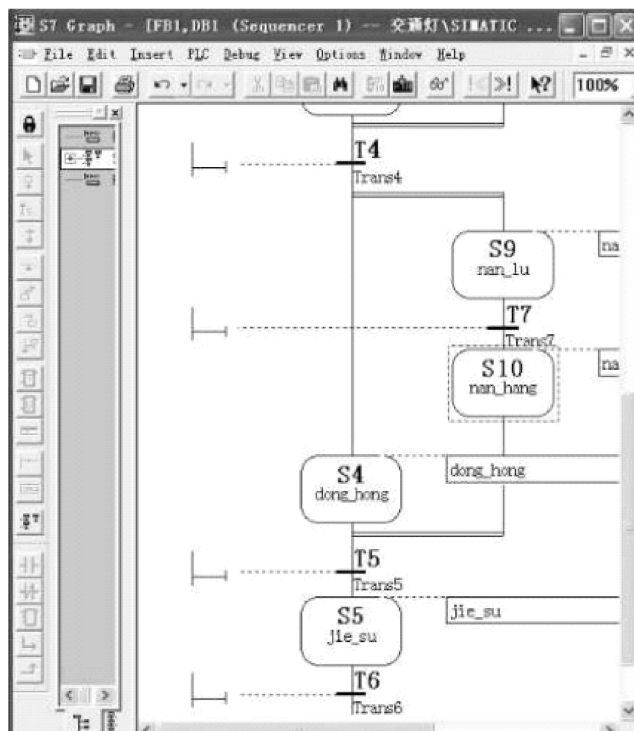

图 6-30 编写另外一个并行的分支和合并的“步”
5) 利用同样的方法插入另外一个并行分支和合并的 “步”, 如图 6-30 所示的 “S9” 和 “S10”。